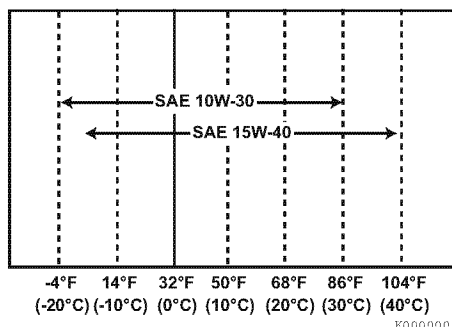

Figura 4
- Selezionare la viscosità dell'olio in base alla temperatura dell'ambiente in cui deve operare il motore. Consultare la tabella dell'indice di viscosità SAE (Figura 4).